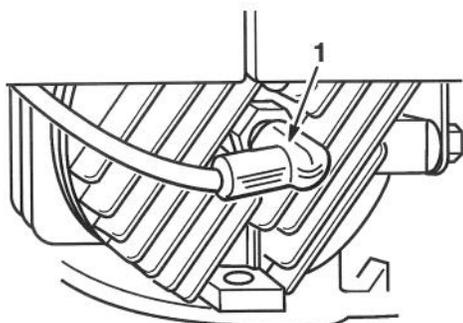

Figure 55
3. Retirer la bougie (Fig. 55) et faire tourner rapidement le moteur au moyen du cordon de démarreur pour expulser l'huile du cylindre. Nettoyer la bougie ou la remplacer si elle est fêlée, brisée ou si les électrodes sont usées.
8. Rebrancher le fil de bougie (Fig. 55).